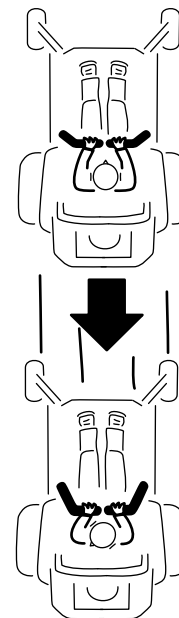

Figure 34
2. Pour vous déplacer en marche arrière, tirez lentement les leviers en arrière (Figure 34).